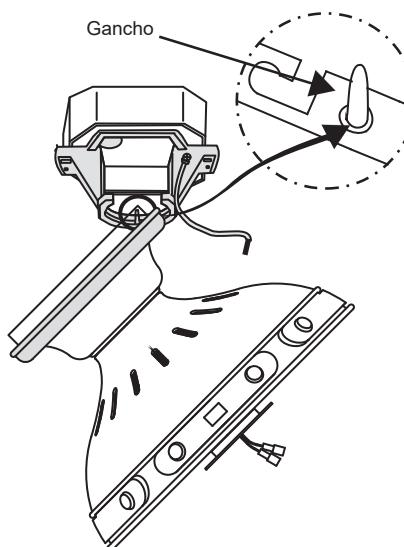

Fig. 10
**Paso 3.** Cuelgue el ventilador en el soporte de montaje en el techo insertando el gancho en el borde interior del soporte de montaje en el techo a través de uno de los orificios para tornillos en la cubierta del techo (Fig. 10). Esto le permitirá tener ambas manos libres para realizar las conexiones de cableado.